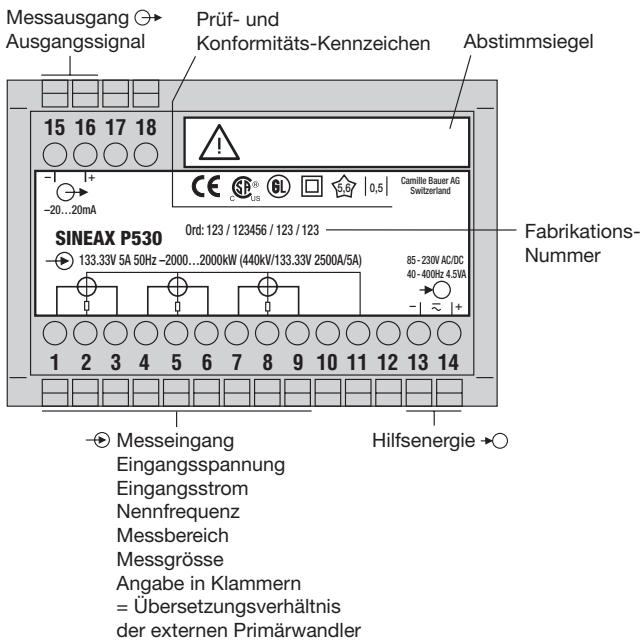

Bild 5. Erklärungen zum Typenschildbeispiel.
- ... dass die Daten, die zur Lösung der Messaufgabe erforderlich sind, mit denen auf dem Typenschild des SINEAX P530/Q531 übereinstimmen (⊖→ Messeingang, ⊖→ Messausgang und →○ Hilfsenergie, siehe Bild 5)!
- Abstimmungsiegel (kleines Klebeschild) entfernen (Bild 5).